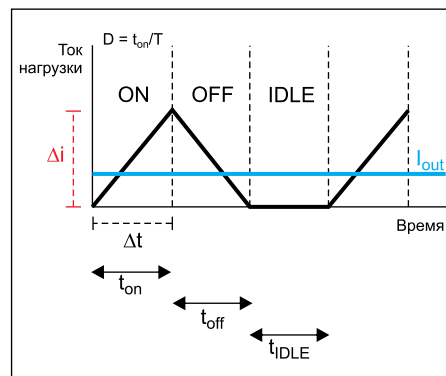

Рис. 2. Фазы управления выходным каскадом преобразователя для метода HyperSpeed Control
- Уменьшается время фазы OFF при переходном процессе (рис. 2).